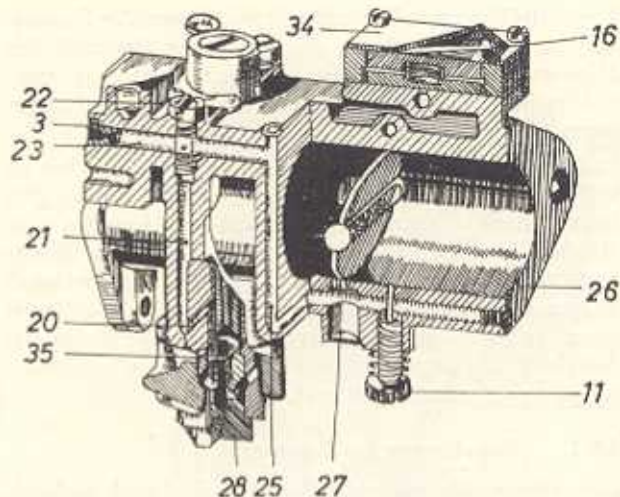

Bild M 57. Vergaser H 362-24 (Leerlaufeinrichtung im Schnitt)
Zur Regulierung der Leerlaufgemischmenge dient die Regulierschraube (11), die mit ihrem konischen Teil in die Bohrung (26) ragt und durch eine Feder gegen unbeabsichtigtes Verdrehen gesichert ist. Durch Herausdrehen der Regulierschraube (11) wird die dem Motor zugeführte Leerlaufgemischmenge erhöht, durch Hineindrehen vermindert (Bild M 57).